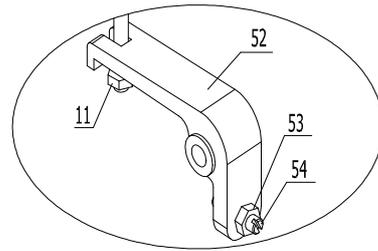

Abbildung 6 Montage der Deichsel 4
- Haken Sie nun die Kette 10 mit der Schraube und der Mutter 11 in den Ablasswinkel 52 ein (siehe Abbildung 6 Montage der Deichsel 4)